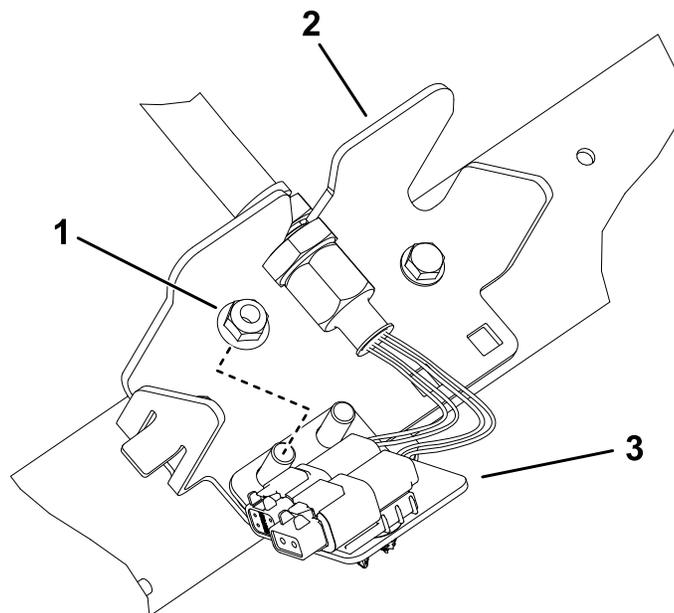

図 28
6. 残りのバルクヘッド 4個 についても同じ作業を行う。図 25-図 28 を参照。